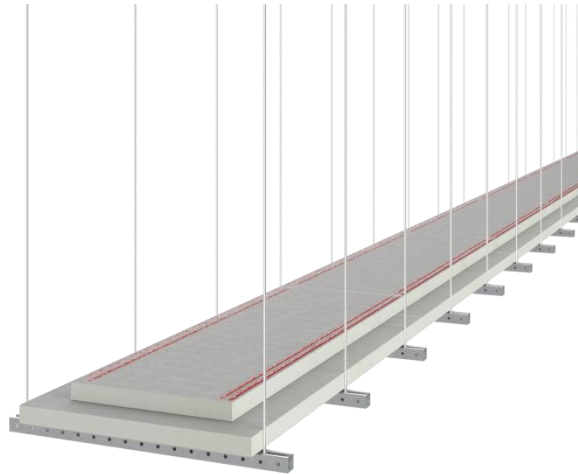

Рисунок 2 Нанесение герметика DS в местах прилегания уголка DG3030 или DG6060 и плиты
- установить монтажный уголок DG3030 или DG6060 в месте, определенном проектом; место прилегания уголка и короба обработать герметиком DS (рис.2)
- установить монтажный уголок DG3030 или DG6060 в месте, определённом проектом; место прилегания уголка и короба обработать герметиком DS (рис.2а)
Рисунок 2а Нанесение герметика DS в местах прилегания уголка DG3030 или DG6060 и плиты